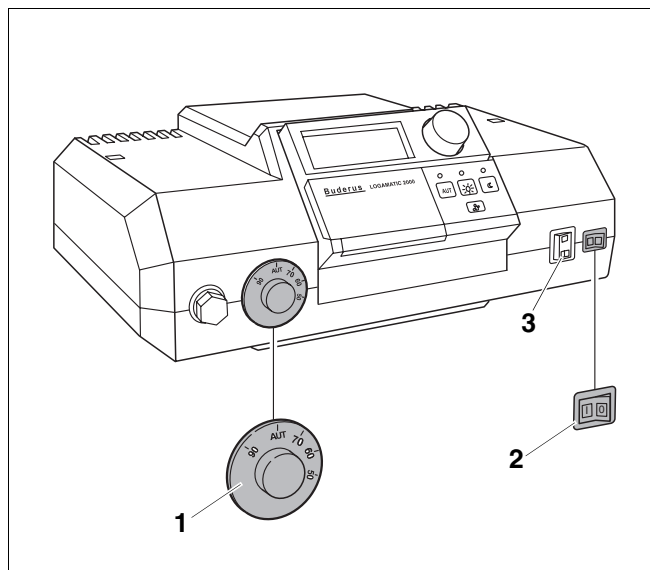
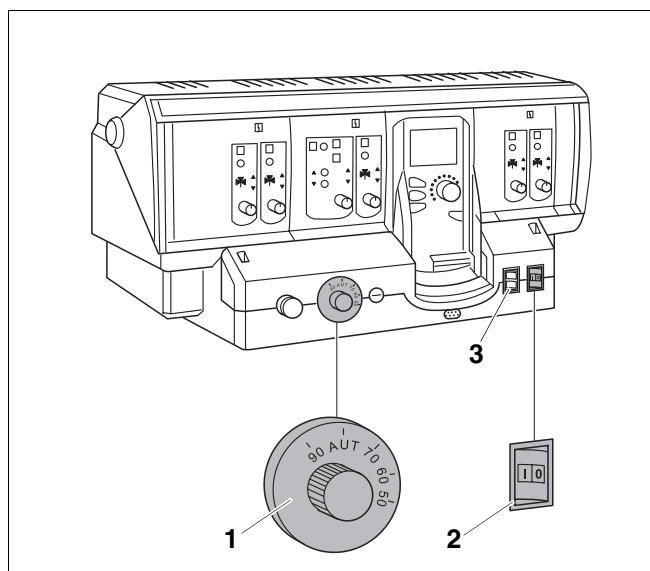

Fig. 4 Aparatul de reglare(de exemplu: Logamatic 2107)
Fig. 5 Aparatul de reglare(de exemplu: Logamatic 4211)
Puneți cazanul de încălzire cu ajutorul aparatului de reglare Fig. 4 respectiv. Fig. 5 în funcțiune. Prin punerea în funcțiune a aparatului de reglare, intră automat în funcțiune și arzătorul. Arzătorul poate fi pornit prin intermediul aparatului de reglare. Informații suplimentare se găsesc în instrucțiunile de utilizare ale respectivului aparat de reglare.
- Poziționați comutatorul (Fig. 4, **Poz. 2** respectiv. Fig. 5, **Poz. 2**) în poziția "I" (PORNIT).
- Poziționați regulatorul de temperatură al apei din cazan (Fig. 4, **Poz. 1** respectiv. Fig. 5, **Poz. 1**) în poziția "AUT". La reglaj constant, poziționați pe temperatura dorită (min. 65 °C).
- Poziționați comutatorul (Fig. 4, **Poz. 2** respectiv Fig. 5, **Poz. 2**, pagina 8) în poziția "0" (OPRIT).